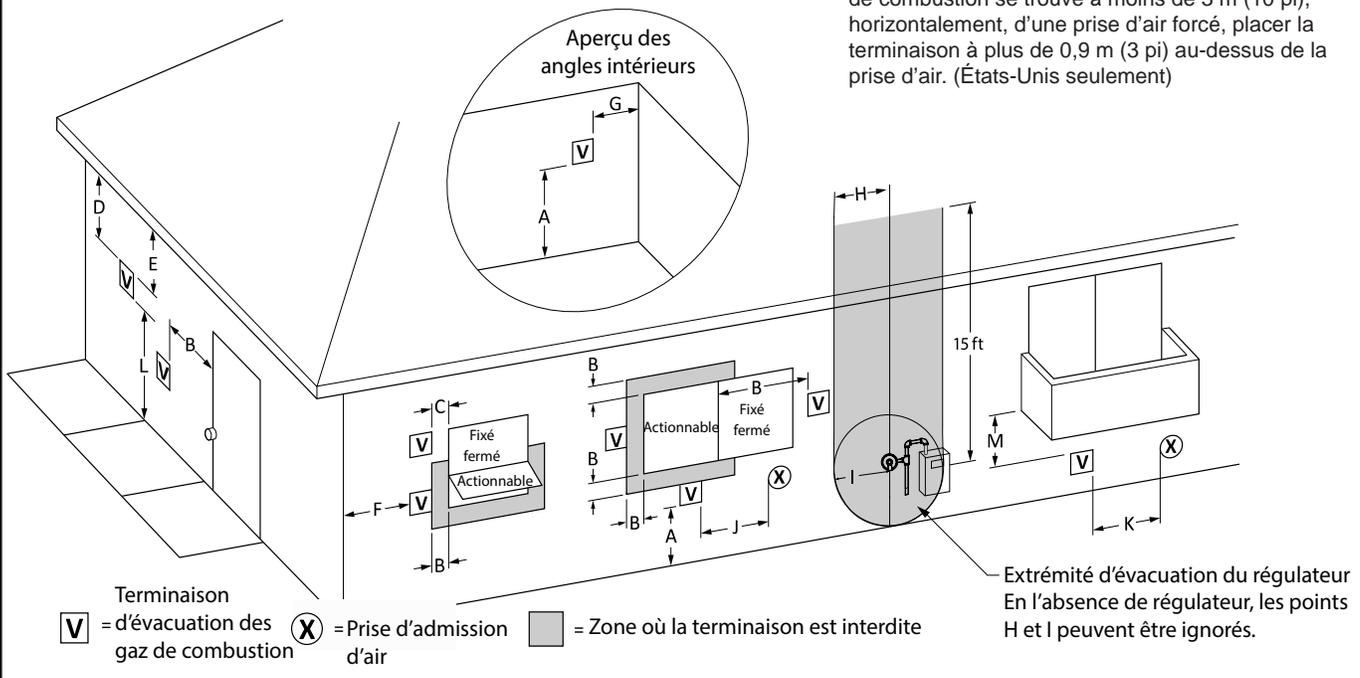
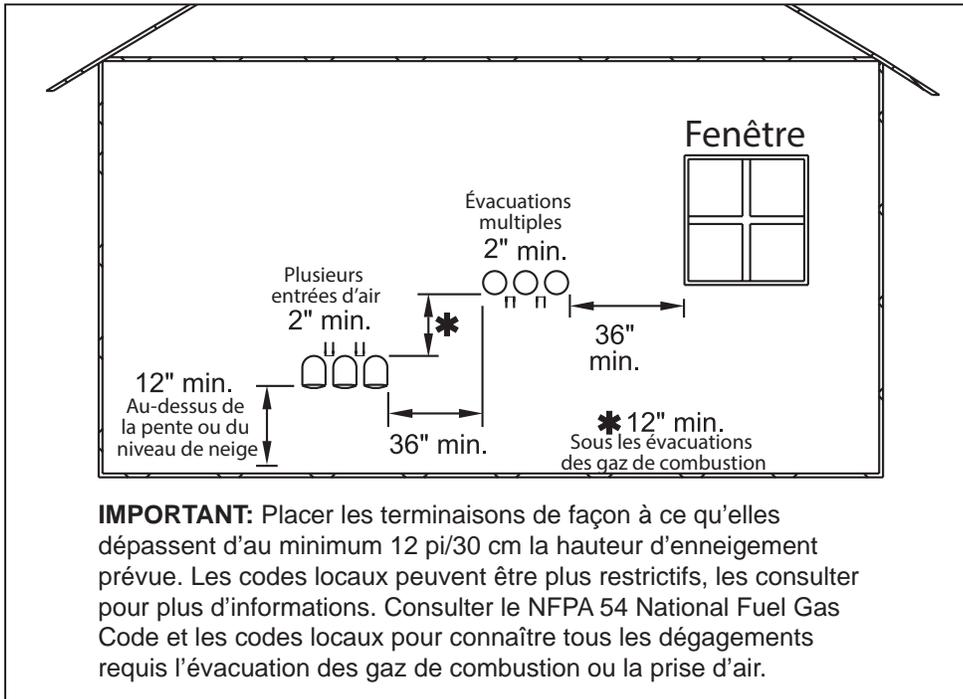

Figure 20. Air de combustion et évacuation des gaz de combustion par un mur latéral
Figure 21. Plusieurs terminaisons murales latérales
1. La Figure 20 illustre les exigences en termes de dégagements des terminaisons d'évacuation des gaz de combustion pour les États-Unis et le Canada. Les modèles extérieurs doivent être installés de façon à ce que leur conduit d'évacuation soit situé au minimum à 10 pi/3 m d'une porte ou d'une fenêtre pouvant être ouverte. Le conduit d'évacuation ne doit pas se trouver sous un surplomb ou un toit. Utiliser uniquement les éléments d'évacuation livrés avec la chaudière.
Si la prise d'air doit être murale, utiliser la terminaison de prise d'air de combustion murale, ou concentrique. (Voir page 23) Contacter le fabricant pour les raccords de terminaison AL29-4C. Prendre en compte les éléments suivants lors de l'installation de la terminaison: (Voir Figure 20 à Figure 21.)